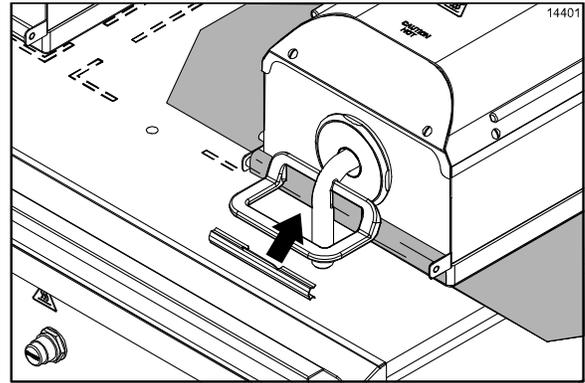

Figura 10
3. Centre la hoja antiadherente en la barra. Tire de ella firmemente sobre la barra de hoja antiadherente localizada en el frente de la campana. Asegure la hoja con una pinza de sujeción. (Vea la figura 10.)